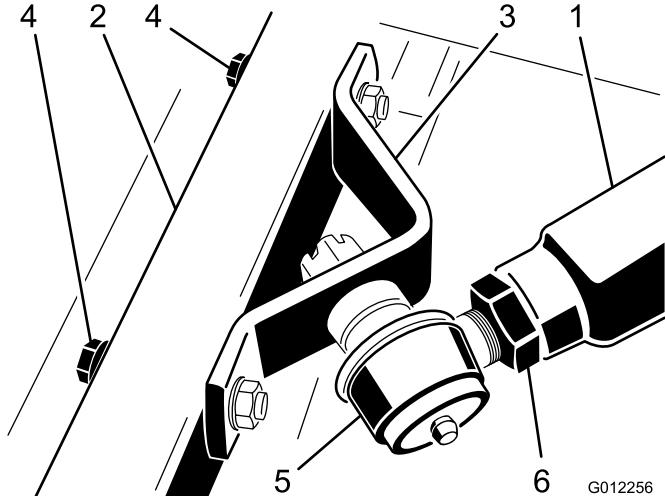

Figura 20
5. Haga que otra persona haga presión hacia abajo con cuidado sobre el brazo de empuje derecho mientras que usted retira los tornillos de caperuza, las arandelas planas y las contratuercas que sujetan el soporte de la articulación esférica al brazo de la rueda giratoria de la unidad de corte (Figura 20). Ahora y con cuidado, la otra persona puede dejar que el brazo de empuje se desplace hacia arriba, lo que aliviará gradualmente la tensión de 45 kg del muelle.
- Haga que otra persona haga presión hacia abajo con cuidado sobre el brazo de empuje derecho hasta que los taladros del soporte de la articulación esférica estén alineados con los taladros del brazo de la rueda giratoria (Figura 20).